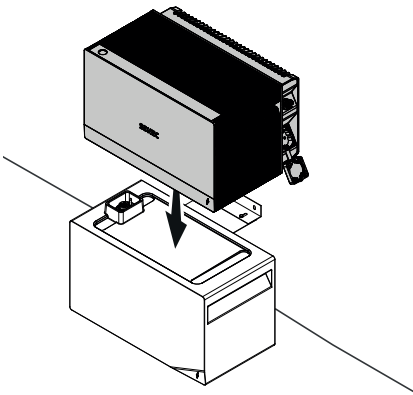

Fig. 11
2. Posizionare e allineare il mini sistema di accumulo SENEK sul modulo batteria (↗Fig. 11).